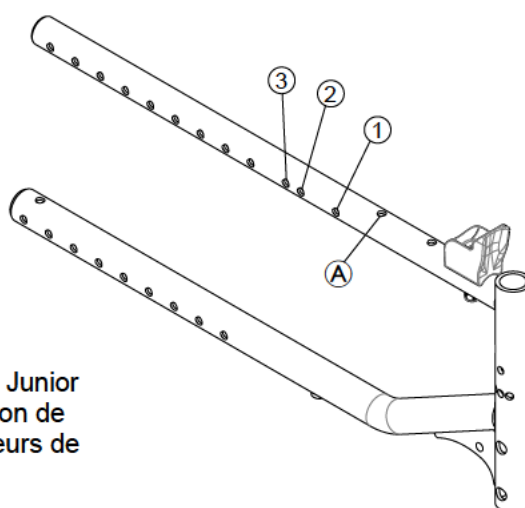

FIGURE 4.10 Cadre Action 3 NG Junior avec le schéma des trous de position de fixation pour les différentes profondeurs de traverses du fauteuil roulant.
REMARQUE : pour cette procédure, reportez-vous à la FIGURE 4.10, 4.11 and 4.12
4. Choisissez la position de la ceinture la plus appropriée pour l'utilisateur – voir la figure 4.10 pour les positions recommandées.